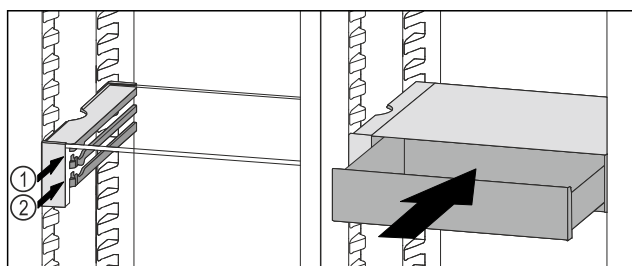

Fig. 83
- ▶ Założyć szufladę VarioSafe za stoperami na wybranych żebrowach Fig. 83 (1) lub Fig. 83 (2).